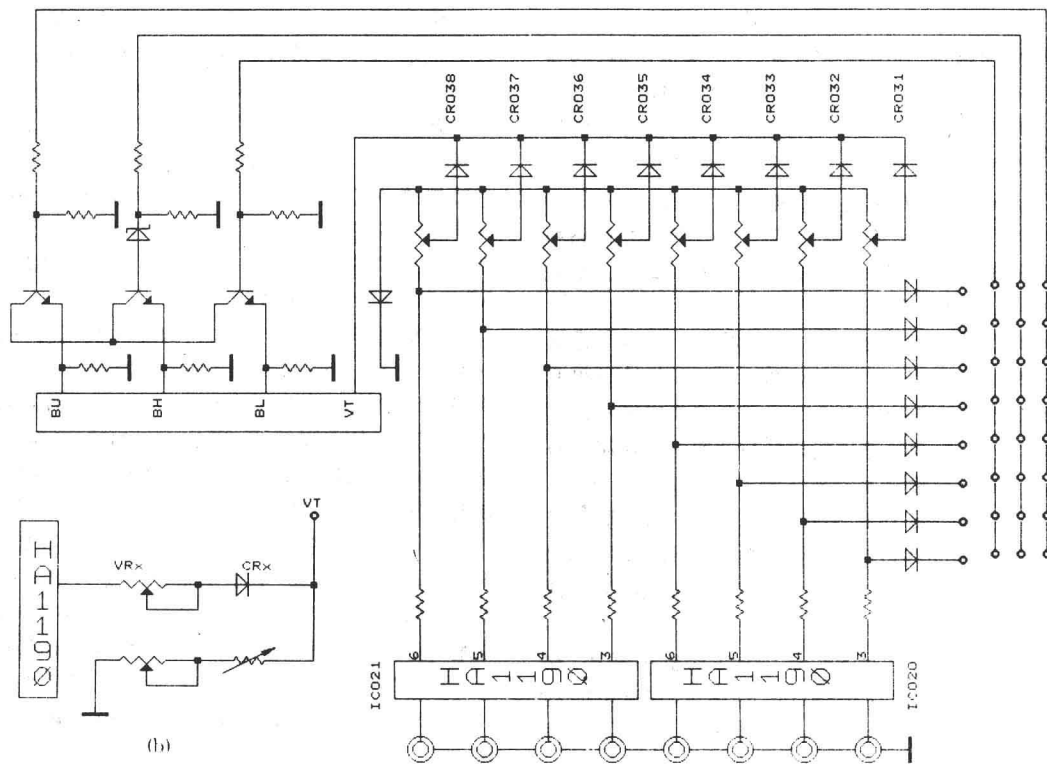

图 2
分析维修:因在八路预选器中有一路跑台故障不明显,故应首先排查调谐电路。如图 2 所示,调谐电压 V_T 由 HA1190 的③、④、⑤、⑥脚之一供出,串联调谐电位器和二极管后送高频头。二极管 CR031~CR038
的作用是防止调谐电压向 HA1190 回灌, 当其中有一只二极管反向漏电时, 调谐电路等效为图 2(b) 所示电路, 将影响除自身之外的另七路预选器所设定的调谐电压。拆下 CR301~CR308 中对应之二极管 CR307 测量, 用 10k 档测得其反向电阻为 200MΩ, 更换后机器正常。